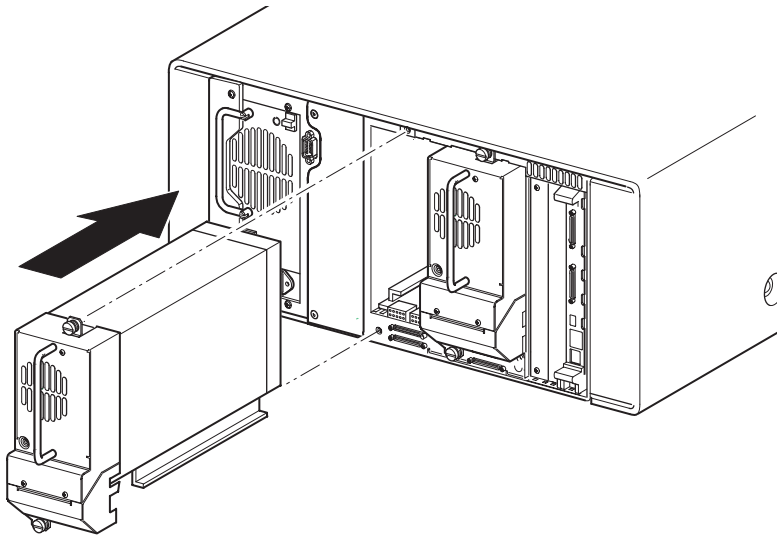

Abbildung D-2. Installieren eines Bandlaufwerks
3. Setzen Sie das Bandlaufwerk langsam in den Laufwerksschacht ein. Vergewissern Sie sich, dass das Laufwerk vollständig eingeschoben ist, so dass es am Ende der Library richtig einrastet (siehe Abbildung D-2).